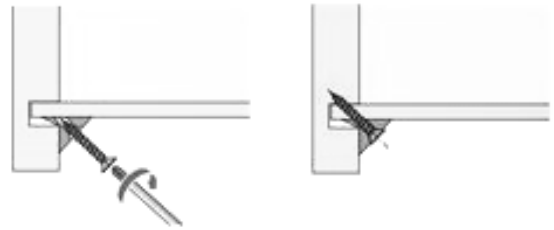

Рис. 3
1. Присоединить к горизонтальному щиту (59) заднюю стенку (61) так, чтобы дюбели стяжек вошли в соответствующие им отверстия. Затянуть эксцентрики, повернув их на 180 градусов.
2. Между боковыми стенками (57) и (58) установить нижний щит (60), горизонтальный щит (59) так, чтобы дюбели стяжек и шканты вошли в соответствующие им отверстия. Затянуть эксцентрики, повернув их на 180 градусов.
3. Установить крышку (56) так, чтобы дюбели стяжек и шканты вошли в соответствующие им отверстия на боковых стенках (57), (58) и задней стенке (61). Затянуть эксцентрики, повернув их на 180 градусов.
5. Собранный корпус проверить на прямоугольность, сравнивая диагонали (их длины должны быть равны). Прямоугольное положение корпуса зафиксировать с помощью мебельных уголков с шурупами. Закрепить заднюю стенку шурупами 3x20 к горизонтальным щитам (рис.3, 4).